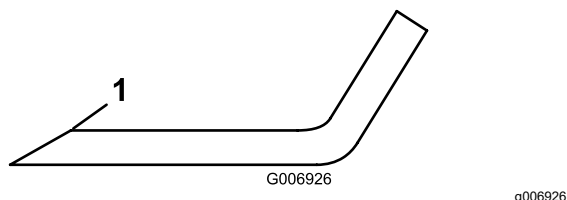

图 72
4. 检查所有刀片的刀刃。如果刀刃变钝或出现裂口则应打磨刀刃只打磨刀刃的边缘保持最初的切割角度以保证锋利度 图 72。